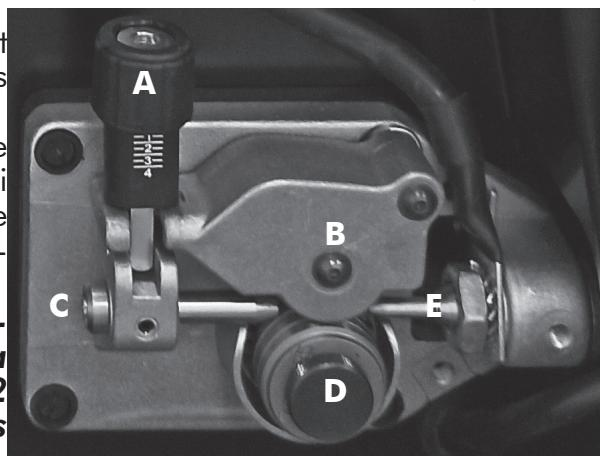

Figure 5
- Desserrer et abaisser le bouton en plastique (A) et relâcher le levier presse-fil (B) (Fig.5). Extraire les résidus de fil éventuels de la gaine guide-fil.
- Relâcher le fil de la bobine et le tenir serré avec une paire de pinces de façon à ce qu'il ne puisse pas se dérouler. Si nécessaire, le redresser avant de l'introduire dans le guide d'entrée (C) du fil. Y introduire le fil en le faisant passer au-dessus du galet inférieur (D) et dans la gaine guide-fil.